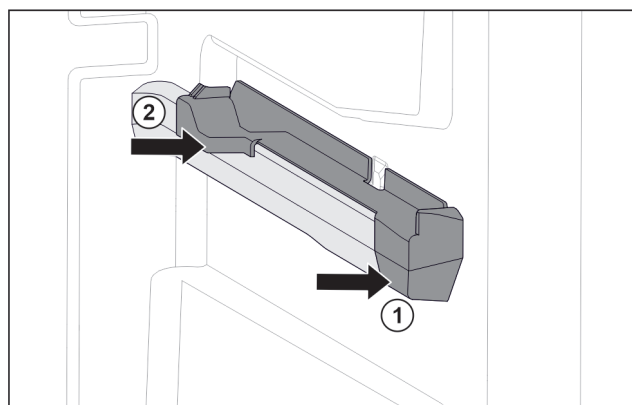

Fig. 76 Наставка върху дясното ребро на съда
- ▶ Поставете наставката отпред към реброто на съда. *Fig. 76 (1)*
► Притиснете наставката отзад. Fig. 76 (2)